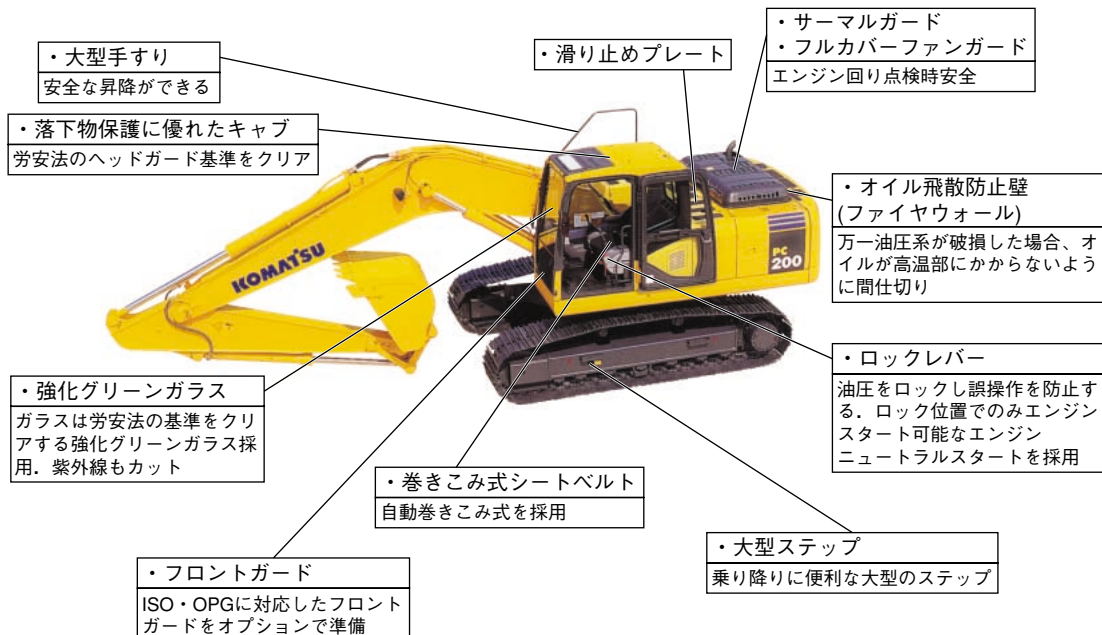

図15 グローバル安全設計
(3) 冬の前窓が曇りやすい作業環境でも、常に良好な視界性を確保するため、オペレータキャブのデフロスタはISOの性能基準を満たす大容量タイプとした。
(4) 作業中はもとより、キャビンへの昇降時、整備・点検作業時など、あらゆる状況においてオペレータの安全を確保するため、世界で最も厳しい日本・北米・欧州のどの安全基準にもクリアする車体にした。(図15)